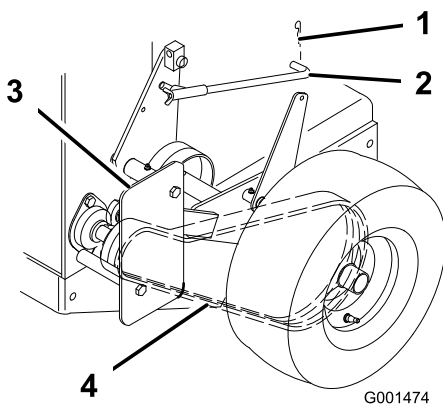

Figura 40
1. Retire el pasador de horquilla que sujeta la varilla del freno al brazo del freno para aliviar la tensión en la polea tensora de la correa (Figura 40).
2. Retire el perno inferior y afloje el perno superior del protector para poder girarlo y facilitar el acceso a la correa (Figura 40).
3. Eleve la correa, desacópela de la polea tensora y retírela de la polea de transmisión (Figura 40).
6. Sujete el protector con el perno que retiró anteriormente y apriete los pernos (Figura 40).
7. Sujete la varilla del freno al brazo del freno con el pasador de horquilla (Figura 40).